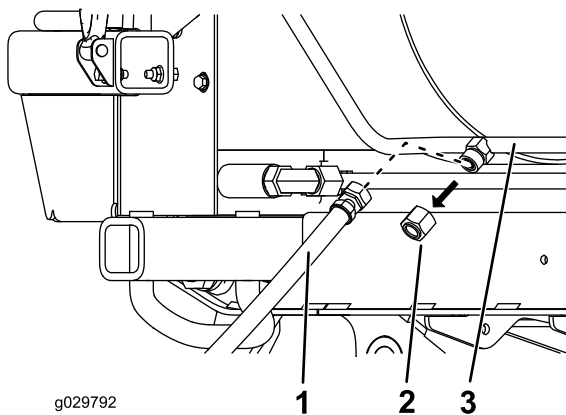

Figura 15
- A. Retire a tampa da linha rígida do tubo de retorno (Figura 15).
B. Ligue o tubo curto à linha rígida (Figura 15).